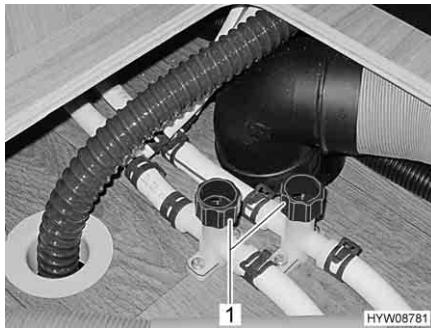
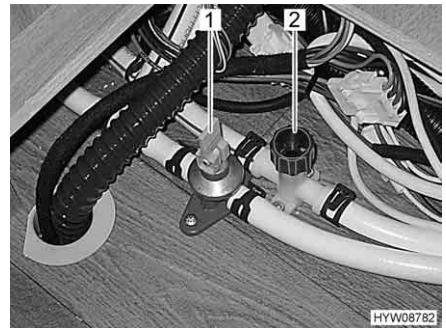

Fig. 146 Rubinetti di scarico scal-daaqua
Fig. 147 Riscaldamento boiler Alde
- Chiudere tutti i rubinetti di scarico. A tal fine ruotare i coperchi (Fig. 146,1 o Fig. 147,2) in senso orario oppure posizionare la leva a bilanciere (Fig. 147,1) in posizione orizzontale.